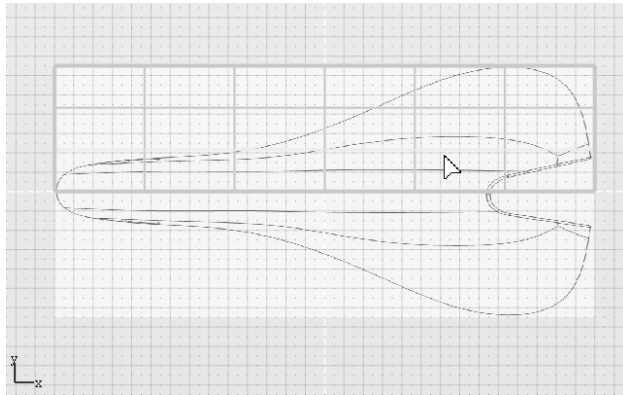

图 7-58 链选第 3 排边线
4) 按〈Shift〉键, 点选图 7-58 所示的第 3 排边线上的任意位置, 将整排边线链选。